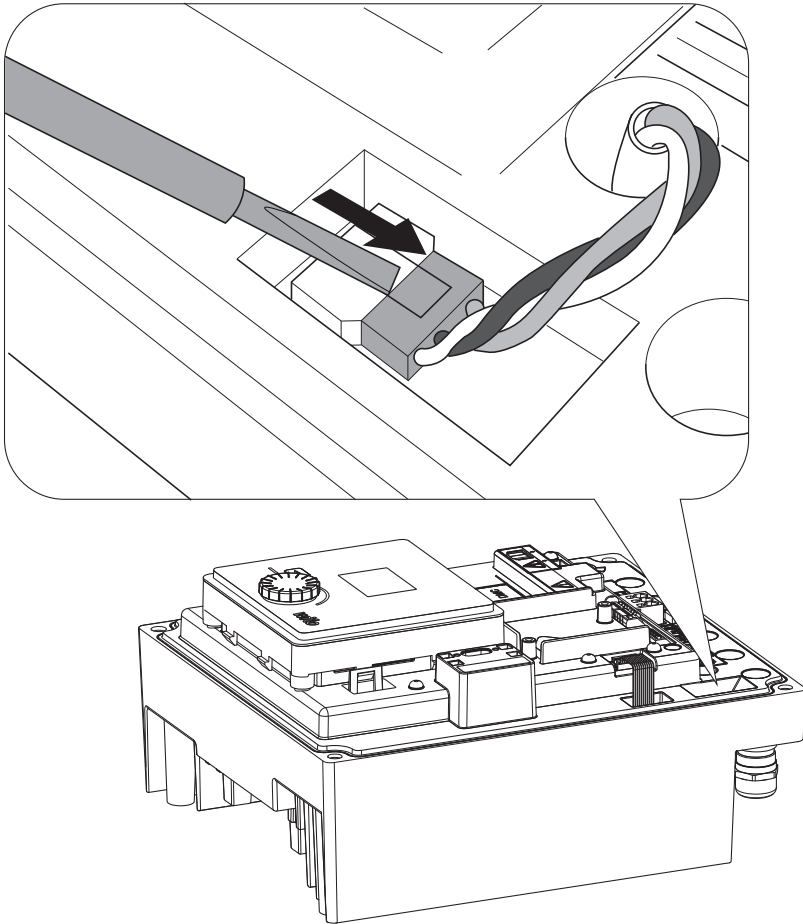

Fig. 46: فك كابل توصيل مروحة الوحدة
- ← اسحب كابل توصيل مروحة الوحدة. (Fig. 46).